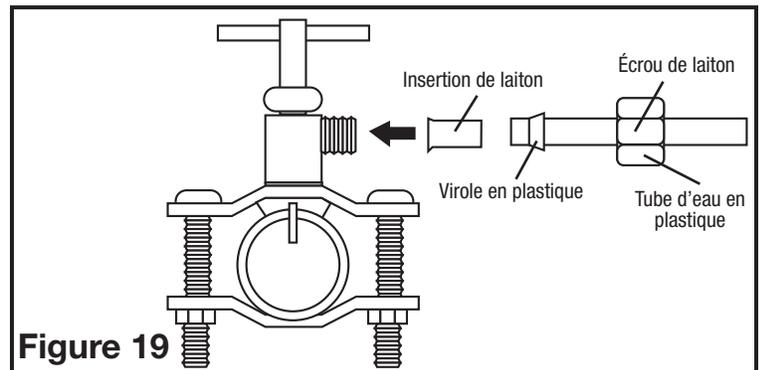

Figure 19
4. Sélectionnez l'emplacement le plus pratique pour raccorder le robinet-vanne à auto-perçage sur une conduite d'eau froide. Raccordez le robinet-vanne comme illustré (Figure 19), la ferronnerie illustrée est fournie dans la trousse de robinet-vanne à étrier. Une fois le robinet-vanne raccordé au tuyau, comme illustré, FERMEZ LE ROBINET-VANNE À FOND, et ouvrez ensuite pour que l'eau puisse s'écouler vers l'humidificateur. Vérifiez tous les raccordements pour voir s'il n'y a pas de fuites et serrez ou réparez au besoin.